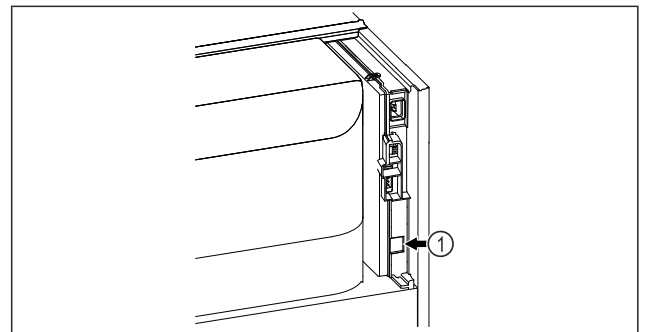

Fig. 134
- SmartModule Fig. 134 (1) ir ievietots.